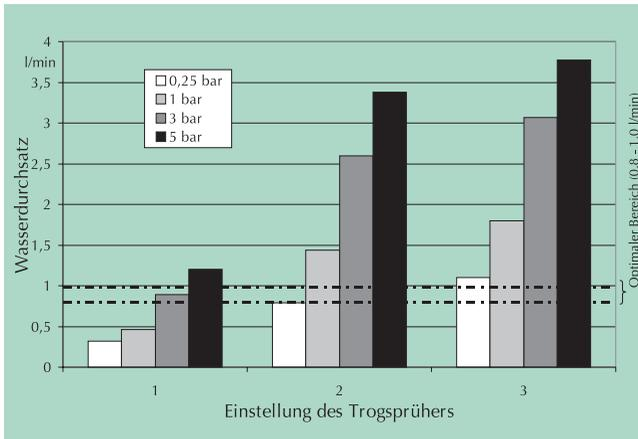

Bild 4: Wasserdurchsatz des Trogsprühers in Abhängigkeit vom Leitungswasserdruck und der Einstellung der Lochscheibe (Laborergebnisse)
Die Dosierung bietet 3 Einstellmöglichkeiten. Die Wasserdosiermöglichkeit des Trogsprühers (Einstellung 2 und 3) liegt bei Niederdruck im vorteilhaften Bereich von 0,75 bis 1,2 l/min (siehe Tabelle 1 und Bild 4). Über die übliche Wasserleitung mit höheren Drücken im Wasserdurchsatz des Trogsprühers bei Einstellung 1 optimal (3 bar) und vorteilhaft (5 bar) einstellbar. Bei einem Wasserdruck von 1 bar liegt der Wasserdurchsatz des Sprühers bei Einstellung 2 und 3 im tolerablen Bereich von <0,7 bis >1,4 l/min (siehe Tabelle 1 und Bild 4, Seite 6).
- Die Dosierung des Wasserdurchsatzes ist sehr umständlich, da bei jeder Veränderung der Nippel demontiert werden muß. Es empfiehlt sich, vor Inbetriebnahme des Rohrbreiautomaten die Trogsprüher nach dem im Betrieb vorhandenen Wasserdruck einzustellen (siehe Tabelle 1 und Bild 4, Seite 5 und 6).